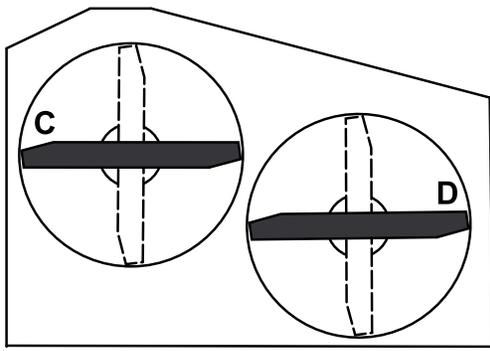

Bild 60
3. Messen Sie von einer ebenen Fläche bis zu den Stellen **C** und **D** an den Schnittkanten der Messerspitzen (Bild 60).